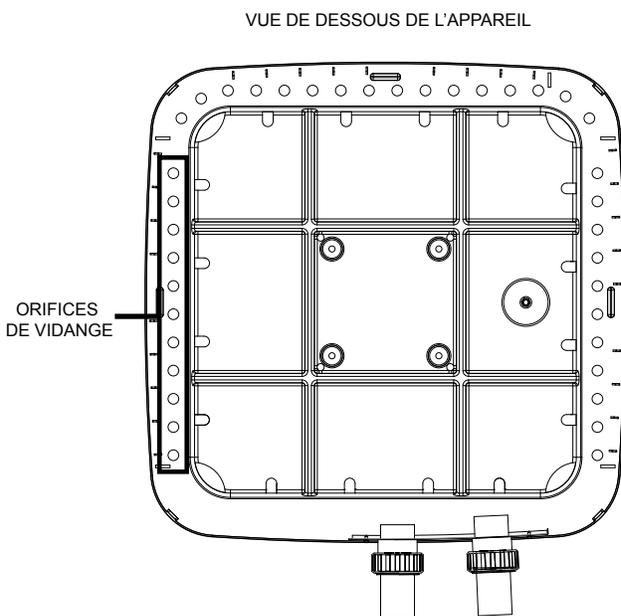

Figure 61. Orifices de vidange de la condensation
1. Assurez-vous régulièrement que les orifices de vidange de condensation de la base sont libres de toute obstruction pouvant prévenir l'écoulement de la condensation. Voir la Figure 61 pour connaître l'emplacement des orifices de vidange de la condensation.